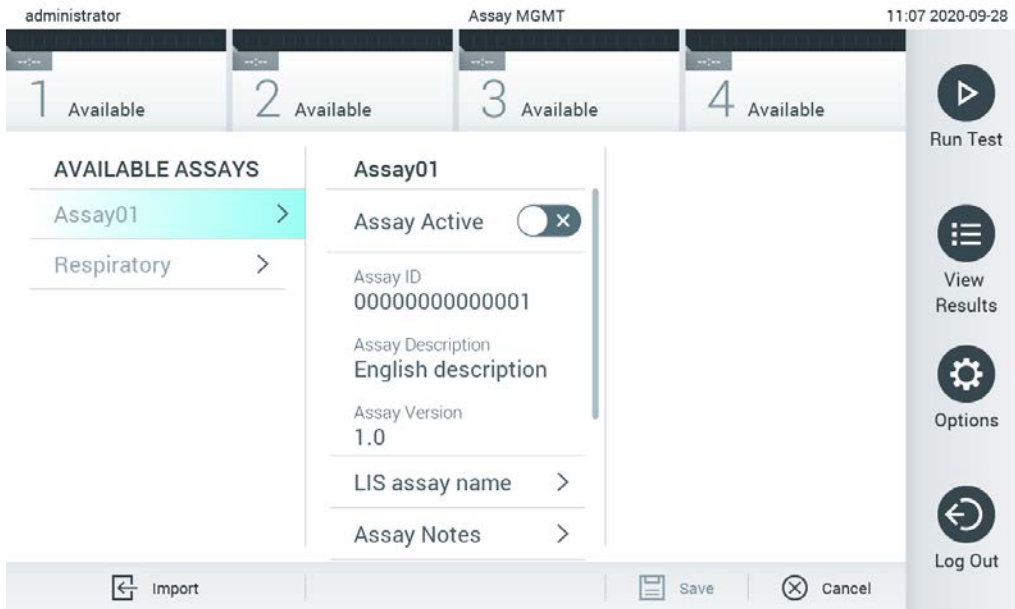

Abbildung 66: Bildschirm Assay Management (Assay-Verwaltung)
2. Drücken Sie zum Importieren des/der neuen Assay(s) in den QIAstat-Dx Analyzer 1.0 auf die Schaltfläche Options (Optionen) und dann auf die Schaltfläche Assay Management (Assay-Verwaltung). Im Inhaltsbereich der Anzeige wird der Bildschirm Assay Management (Assay-Verwaltung) angezeigt (Abbildung 66, nächste Seite).